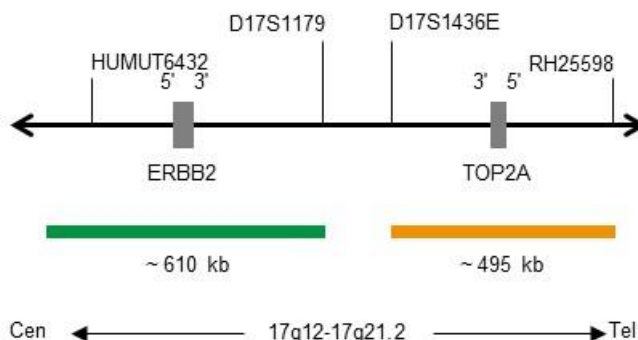

Abb. 1: SPEC ERBB2/TOP2A Sondenlokalisierung (nicht maßstabsgetreu)
- ZyGreen (Anregung 503 nm/Emission 528 nm) markierten Polynukleotiden (~10 ng/ μ l), die gegen Sequenzen in 17q12-q21.1* (chr17:37,572,531-38,181,308) gerichtet sind, welche die ERBB2-Genregion enthalten (siehe Abb. 1).
- ZyOrange (Anregung 547 nm/Emission 572 nm) markierten Polynukleotiden (~4.5 ng/ μ l), die gegen Sequenzen in 17q21.1-q21.2* (chr17:38,323,741-38,818,030) gerichtet sind, welche die TOP2A-Genregion enthalten (siehe Abb. 1).